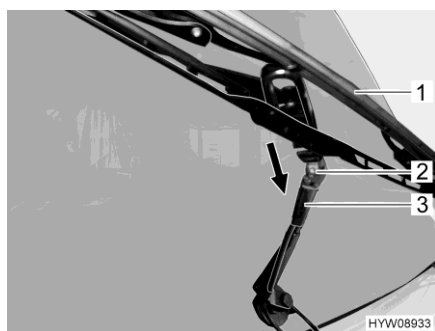

Bild 231 Byta torkarblad
- Lyft torkararmen (Bild 231,3) från vindrutan och fäll upp den fram till anslaget.
- Skjut plast-klämelementet på torkarbladet (Bild 231,1) ur den böjda hållaren på torkararmen (pil).
- Rengör spolarmmunstycken (Bild 231,2).